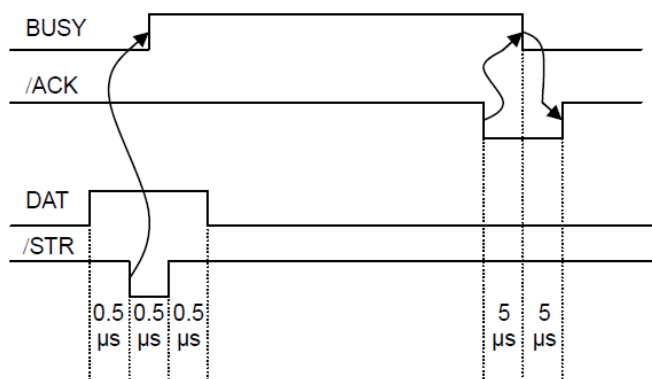

Figura 5-3 Secuencia del tiempo de la interfaz paralela para transmitir datos.
(3) Secuencia de tiempo de la interfaz paralela para transmitir datos (como se muestra en la Figura 5-3):